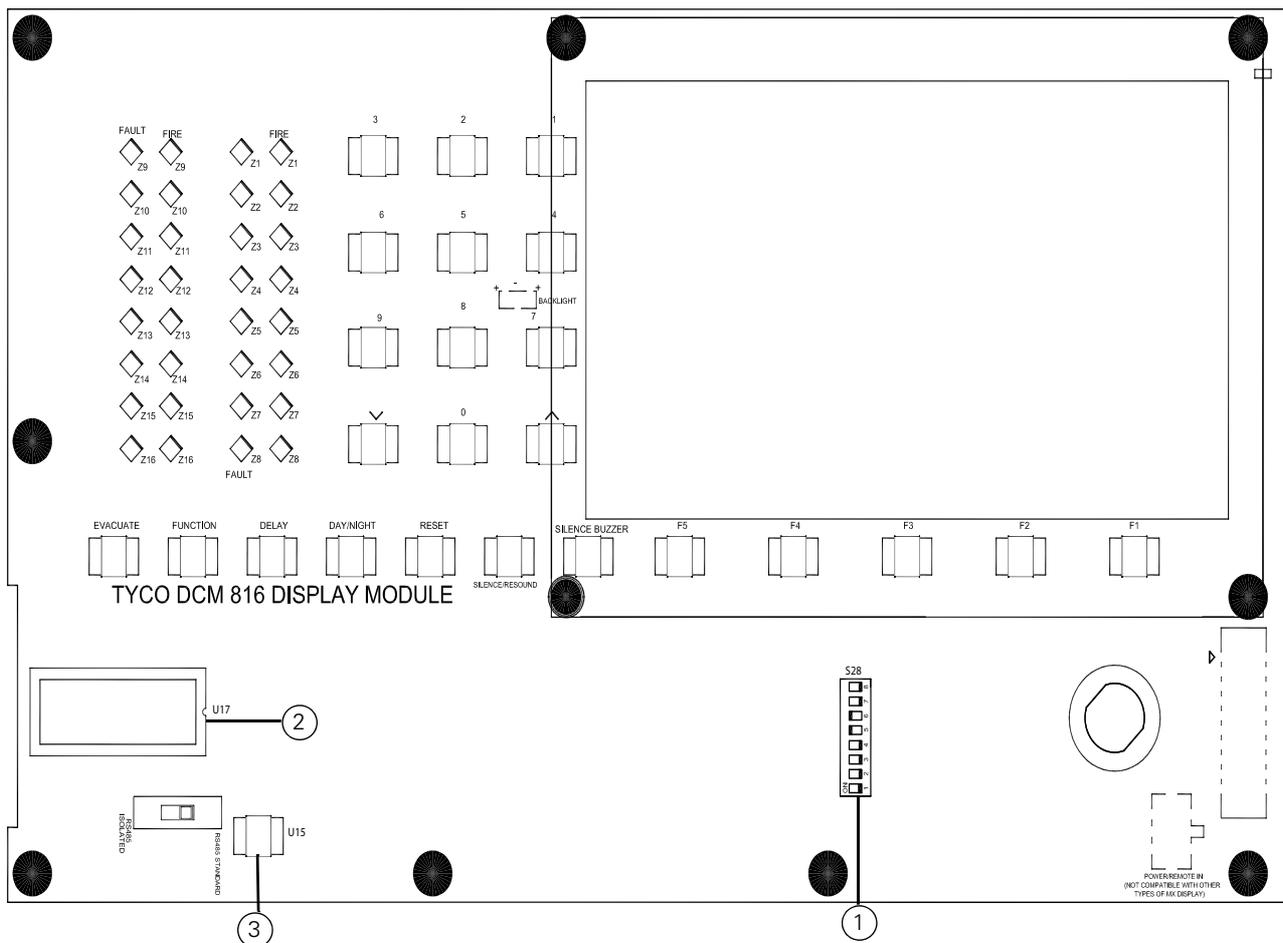

Fig. 25: Posizione S28 - DCM832R
- Per un DCM832R fare riferimento alla fig. 25. Sulla scheda del circuito non è presente alcuna etichettatura.
- 8 Se l'opzione di rilevamento guasti del processore è necessaria, impostare S28-8 su ON (vedere la voce 1 nella fig. 25).